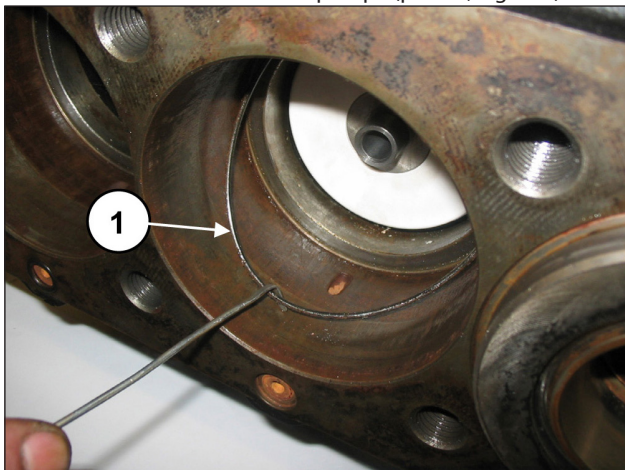

Fig. 155
Rimuovere l'O-ring di fondo supporto guarnizione qualora rimanesse all'interno del carter pompa (pos. ①, Fig. 155).